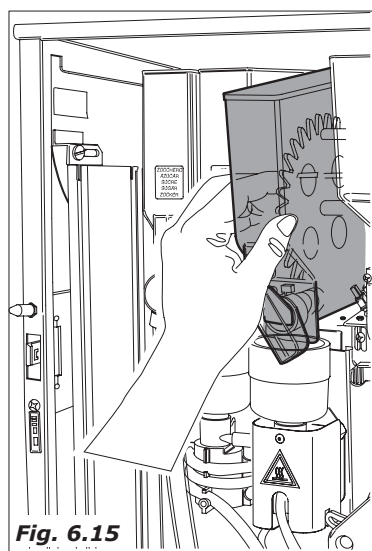

Fig. 6.15
- tirar todos os recipientes produzidos pelo distribuidor (Fig.6.15)